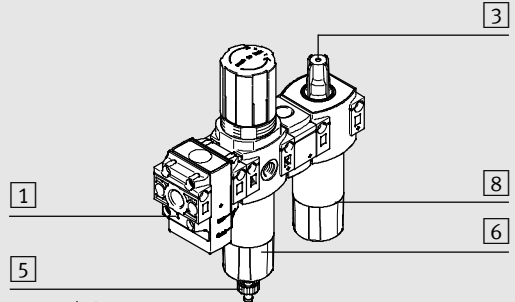
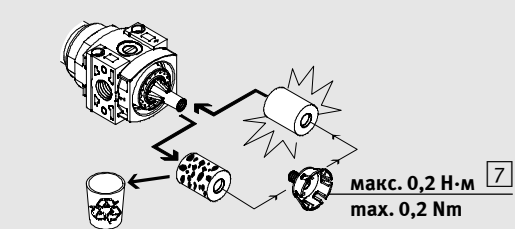

Рис. 4 / Fig. 4
Рис. 5 / Fig. 5
- Соблюдайте направление потока от 1 к 2. В качестве ориентира служат цифры **[1]** (→ рис. 4) на корпусе изделия.
- Вращайте регулировочный винт **[3]** (→ рис. 4) в колпачке контроля до тех пор, пока не установится требуемое количество масла.
- Замена патрона фильтра (→ рис. 4 и рис. 5):
Если уровень масла находится у нижней кромки стакана маслораспылителя на FRC (→ рис. 4):
- Beakta flödesriktningen från 1 till 2. Siffrorna **[1]** (→ fig. 4) på produkthuset används som hjälpmedel vid orientering.